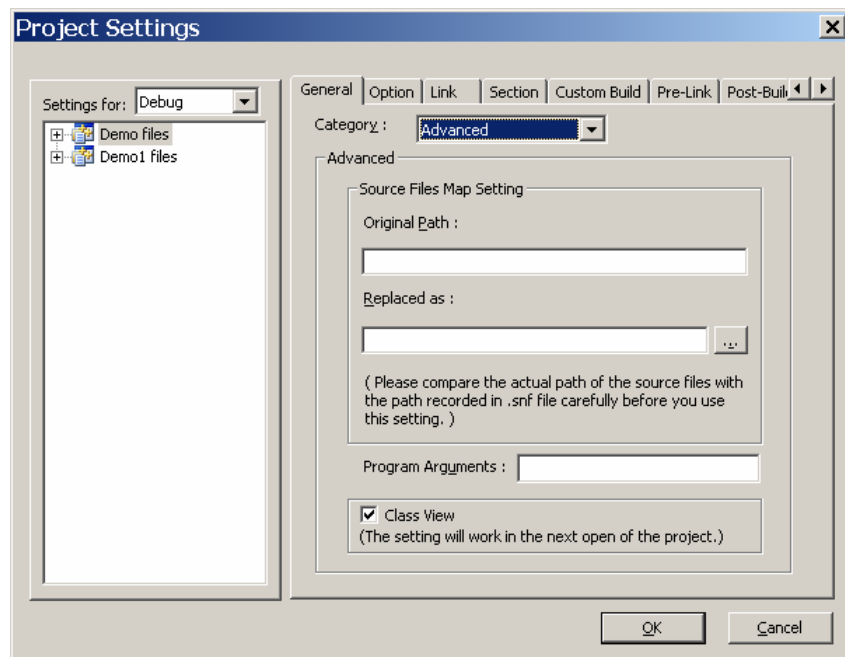

图 5.27 Advanced 对话框
(2) Advanced 对话框为源文件映射设置等高级设置对话框，如图 5.27。